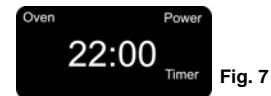

Fig. 7
- Appuyez sur le bouton Minuterie, puis sur Augmentation/Diminution pour régler la température désirée. (Fig. 7)